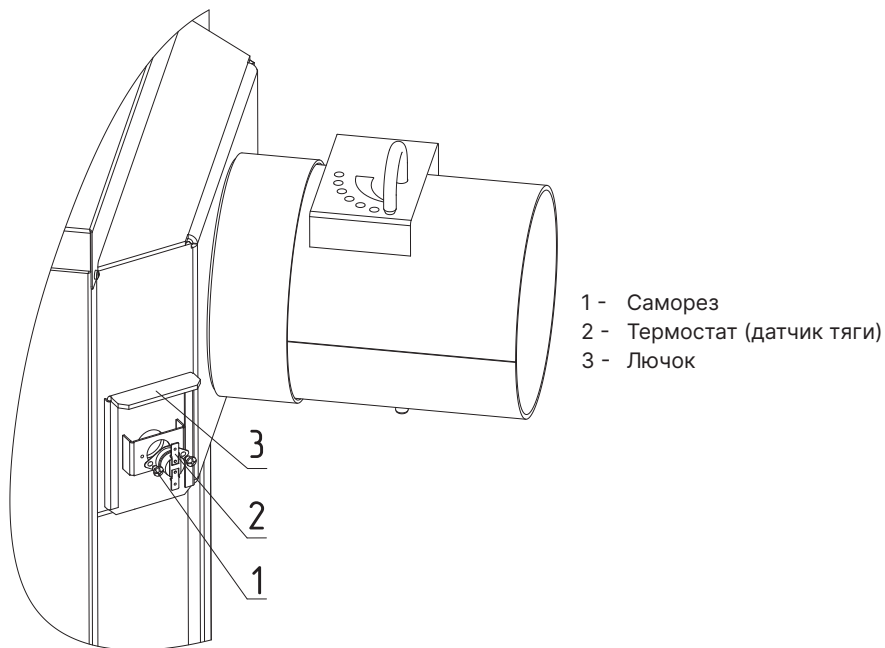

Рис. 8 Установка термостата на котлы Тополь-М
- Датчик тяги (**Рис. 8, поз. 2**) устанавливается в отверстие лючка (**Рис. 8, поз. 3**) и фиксируется саморезами (**Рис. 8, поз. 1**);